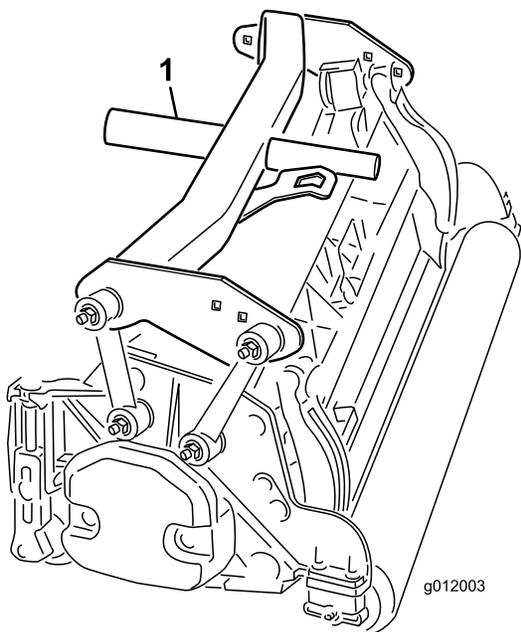

Рисунок 18
4. Поместите заднюю несущую раму (Рисунок 18) на задний режущий блок.